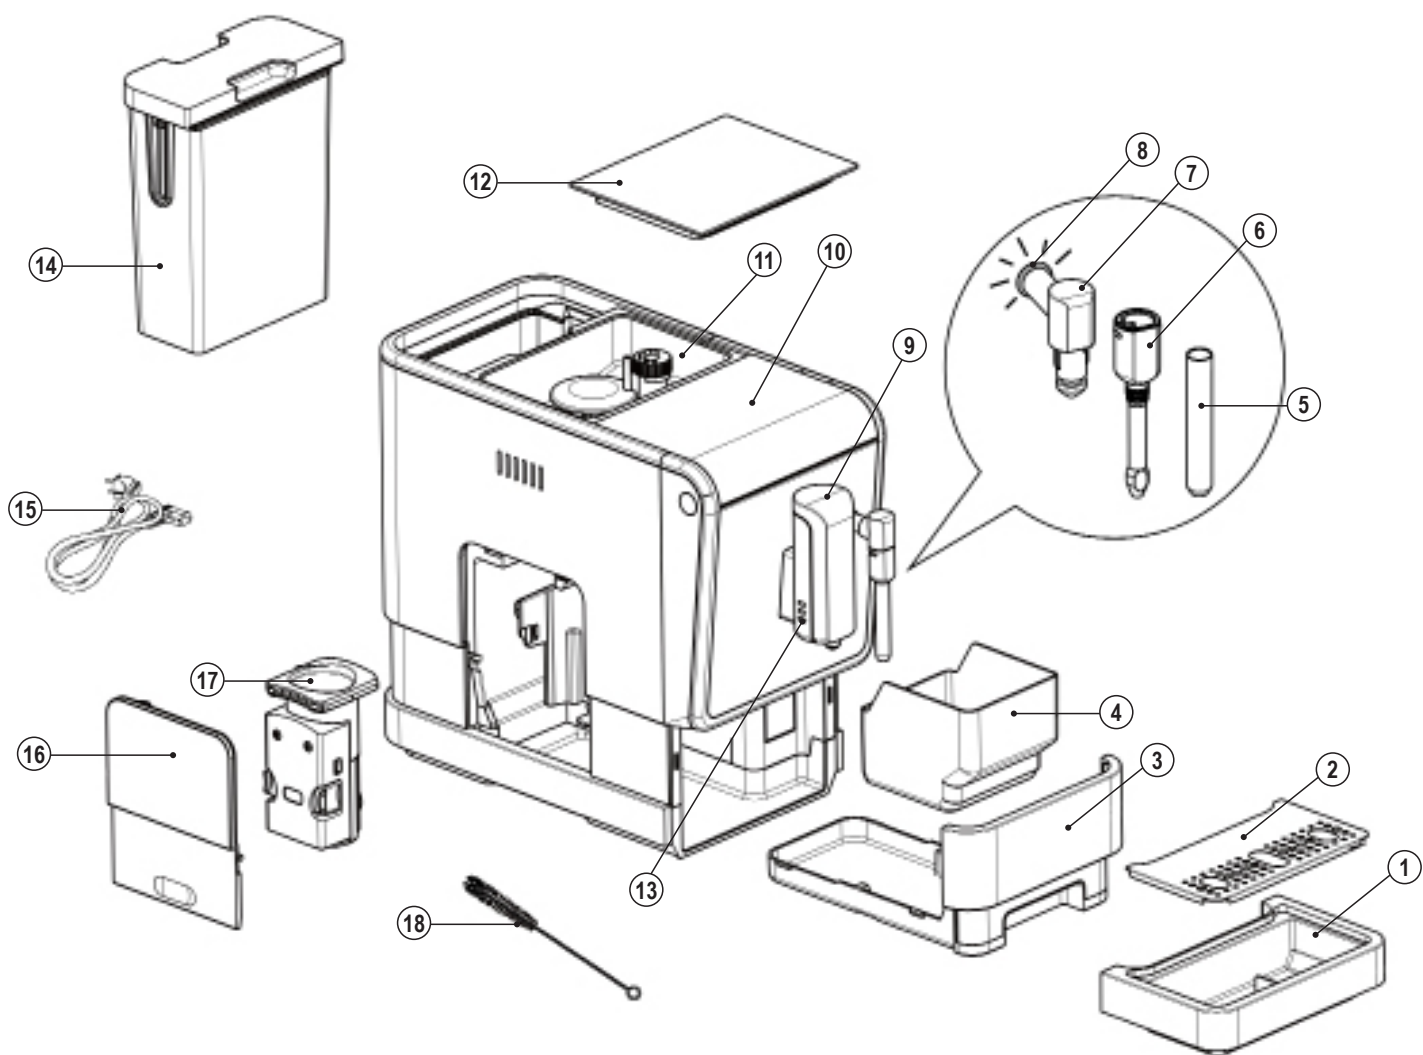

Fig.1
- Coloque una taza debajo de la salida de café (9) y ajuste la altura de la salida para que encaje. Dependiendo del tamaño del vaso (demasiado alto o demasiado ancho), puede retirar la bandeja de goteo (1) o ajustar la posición de la bandeja de goteo como se muestra en (Fig 1).
- Dependiendo del sabor del café que prefiera, presione el botón de café fuerte (J) o el botón de café suave (K).
- Mientras está haciendo café la iluminación taza (13) se activará.
**Consejo: El botón de café fuerte (J), con mayor intensidad de café se recomienda para café exprés (café espresso (J) usa aproximadamente 11g de café y café suave usa aproximadamente 8g de café) . Los volúmenes de los botones de café (J, K, L) se pueden ajustar (consulte el Apartado OTRAS CONFIGURACIONES / Volumen café y agua).**
**Nota: Presione el botón de agua caliente (I) (consulte la Sección AGUA CALIENTE) para limpiar el interior de la cafetera antes del**